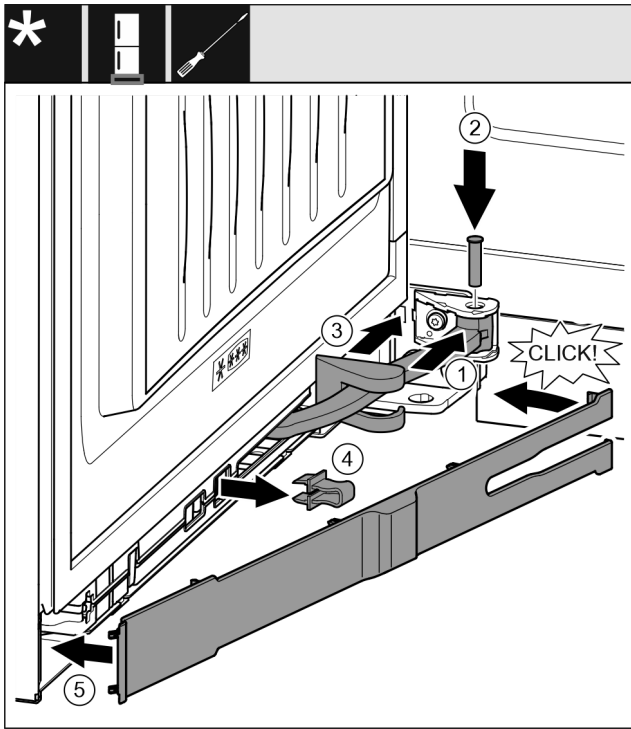

Fig. 36
- ▶ Поверніть шарнір у навішуванні. Fig. 36 (1)
- ▶ За допомогою викрутки T15 встановіть гвинт в навішування та шарнір. При цьому виступ фіксатора повинен займати правильне положення в пазу. Fig. 36 (2)
- ▶ Просуньте кришку опорного кронштейна вздовж шарніра та встановіть її над навішуванням. Fig. 36 (3)
- ▶ Зніміть запобіжник. Fig. 36 (4)
- ▶ Встановіть накладку з боку ручки та поверніть. Fig. 36 (5)